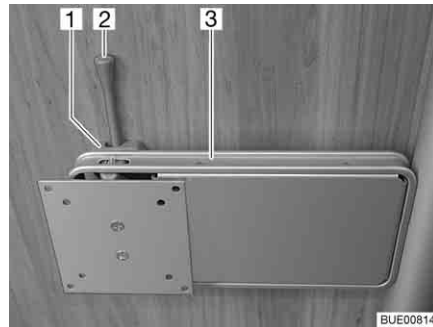

Bild 70 Halterung an Säule
- Den Entriegelungshebel (Bild 70,2) zur Seite drücken und die Halterung (Bild 70,3) mit dem Flachbildschirm in die gewünschte Position drehen.
- Flachbildschirm zurückdrehen, bis die Halterung (Bild 70,3) in die Verriegelung (Bild 70,1) einrastet.